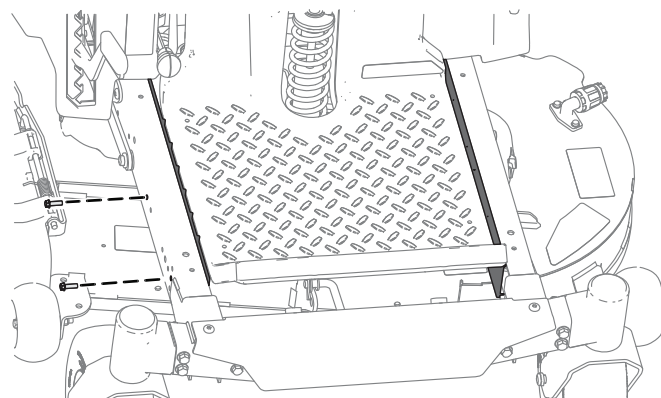

Figura 3
2. Rimuovete le protezioni da entrambi i lati del telaio (Figura 3).
2. Fissate le protezioni al telaio utilizzando i bulloni rimossi nel punto 2 Rimozione delle protezioni (pagina 6) come illustrato nella Figura 3.